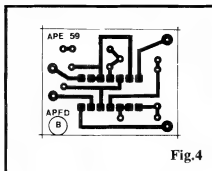

Fig.4
- FIG. 4 - LAY OUT DO CIRCUITO IMPRESSO - MÓDULO "B". Também simples e pequeno, o Impresso específico para o módulo B tem seu padrão de ilhas e pistas cobreadas visto em escala 1:1 na figura (pode ser copiado diretamente, portanto...). Convém elaborar a traçagem com decalques apro-